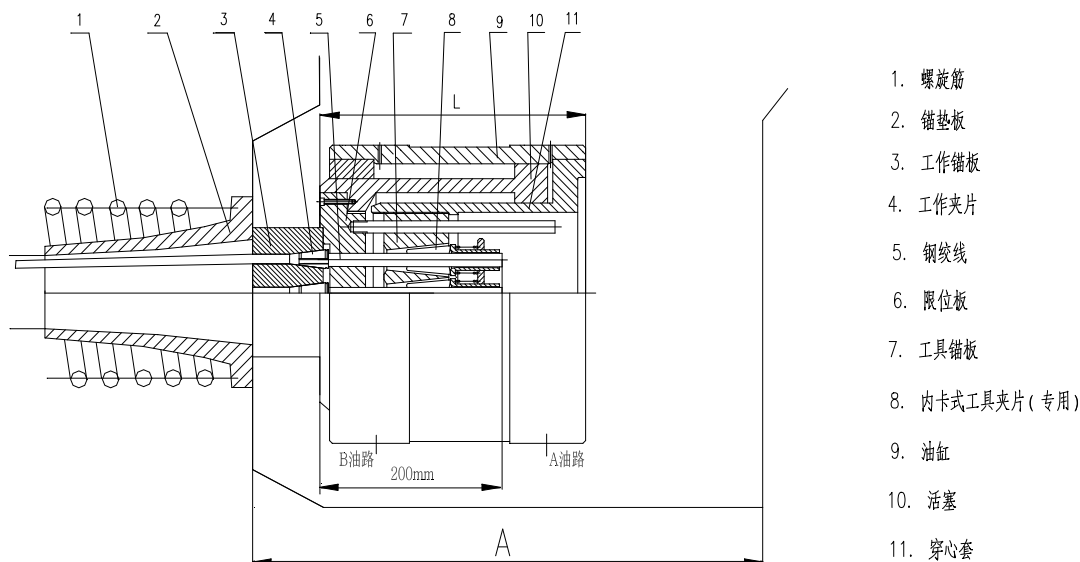

图2 锚具及千斤顶的安装
1、因本千斤顶已将工具锚内置，所以只需将工作锚具、千斤顶按图 2 安装好后即可进行张拉。